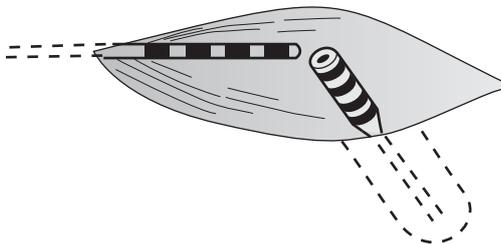

Figura 20. Junção de ligação dos parafusos de fixação no interior do túnel
7. Introduza delicadamente a extensão percutânea através do tubo, até que a junção de ligação dos parafusos de fixação fique parcialmente no interior do túnel (Figura 20).